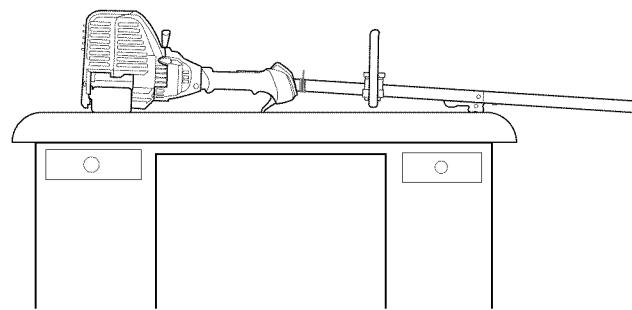

Fig. 17
2. Coloque la unidad en una superficie plana, como un banco de trabajo o una mesa. El protector del cabezal de corte debe colgar sobre el borde para que el motor esté nivelado (Fig. 17).